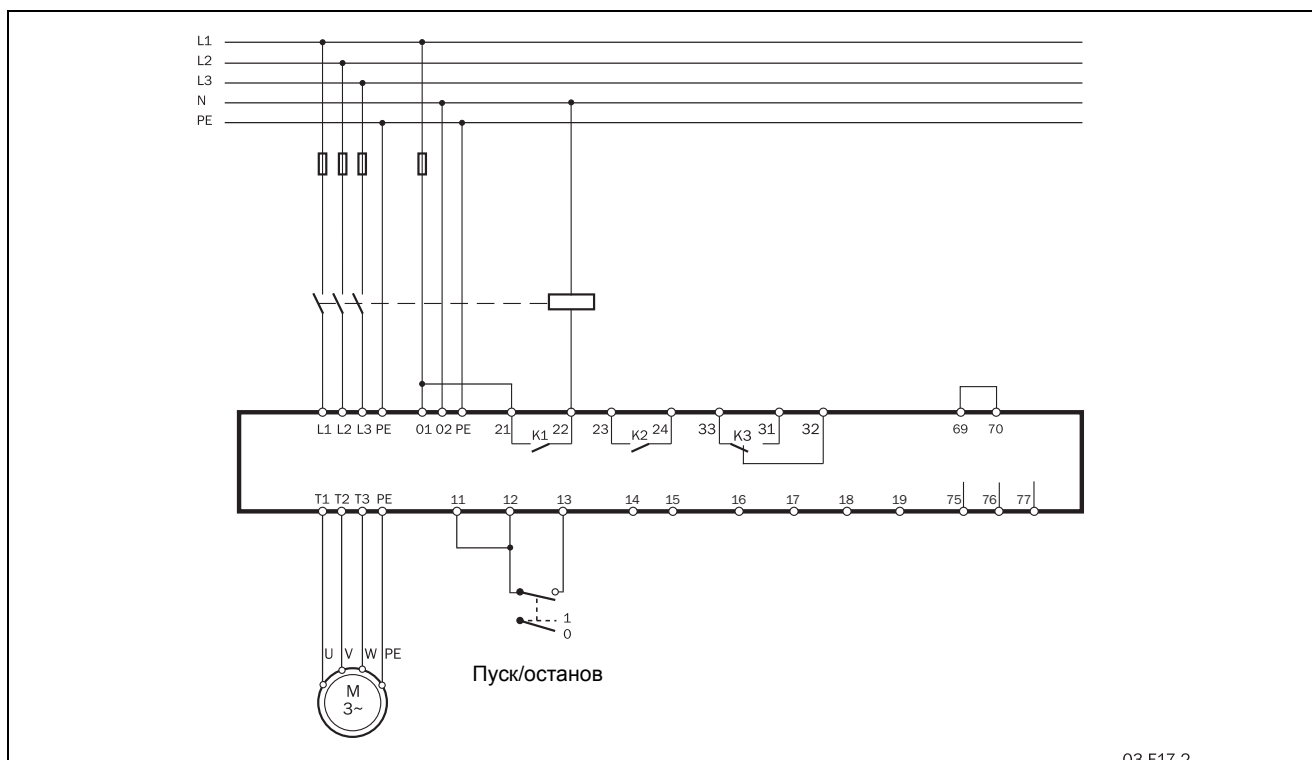

Рис. 25 Стандартное подключение
- Подключите двигатель в соответствии с Рис. 25.